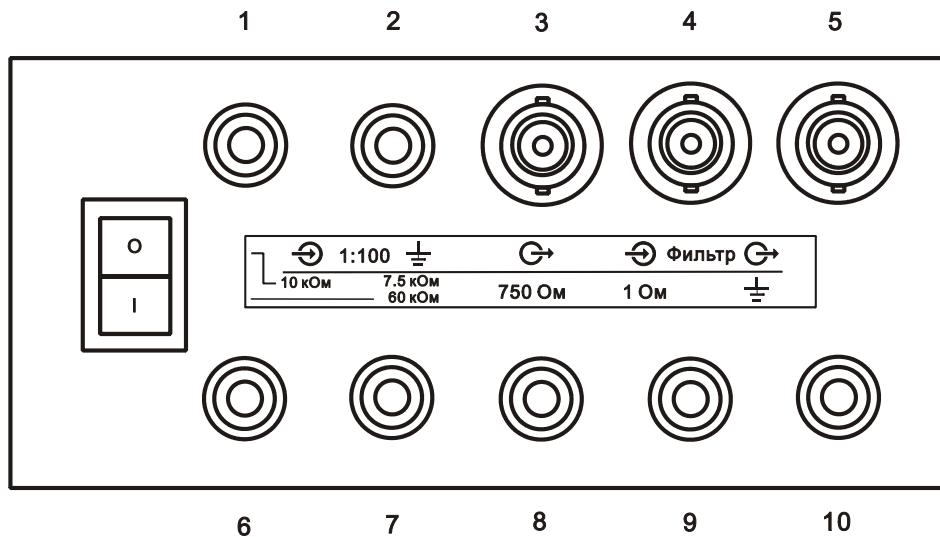

Рисунок 6.4 – Условная нумерация клемм блока нагрузок
2) методом непосредственной оценки - измерений выходного напряжения с помощью вольтметра более высокой точности, например калибратора-вольтметра универсального Н4-12 (см. рисунок 6.4) в соответствие с указаниями п.6.6.3.2.2.